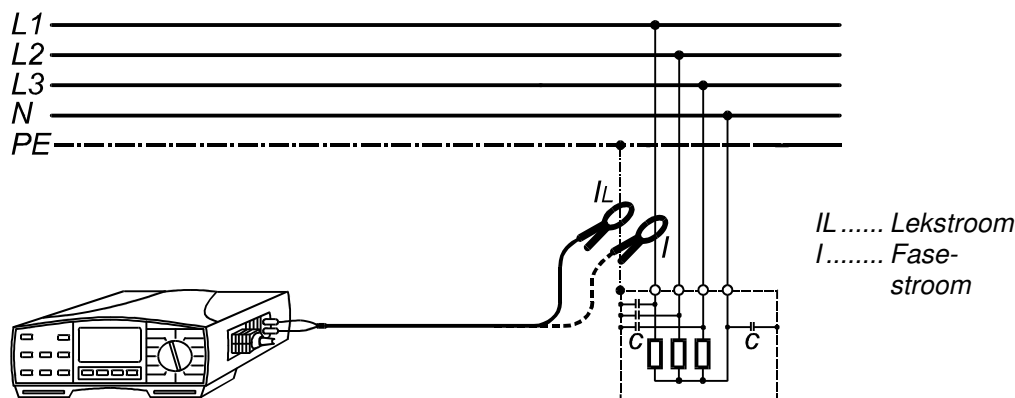

Fig. 27. Verbinding van de testtang
- ♦ Verbind de stroom / stroom (1000:1) testtang met de aardingsisolatietester (zie fig. 27). Let wel: de stroomtang voor laag bereik, geleverd door METREL, heeft een bereik van 0,5 mA tot 200 A, terwijl stroomtangen met een standaardbereik metingen uitvoeren binnen de 10 mA en 200 A.